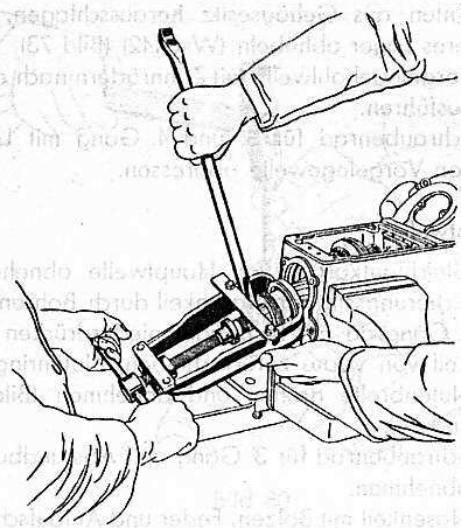

Bild 71
10. Hauptwelle mit Lager nach hinten aus Gehäuse-lagersitz ziehen und Lager samt Schneckenrad für Geschwindigkeitsmesserantrieb abziehen (Wst 1328 oder 1220/1/2) (Bild 71).
- Anm. Getriebehauptwelle beim Drehen des Abziehers mittels Eisenstab festhalten, damit sie nicht mitdreht (Bild 71).